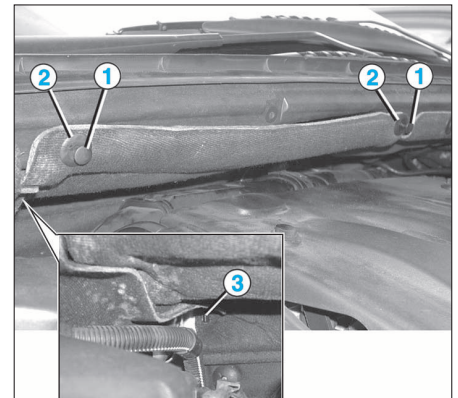
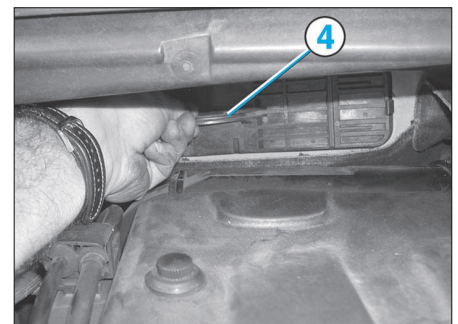

FIG. 2
FIG. 3
- Soulever les pions centraux (1) puis retirer les agrafes (2) (Fig.2).
- Abaisser l'insonorisant, puis le déposer en le retirant de ses attaches (3) (une de chaque côté du couvercle de filtre à air d'habitacle).
- Accéder au filtre en tirant sur la poignée (4) du couvercle (Fig.3).